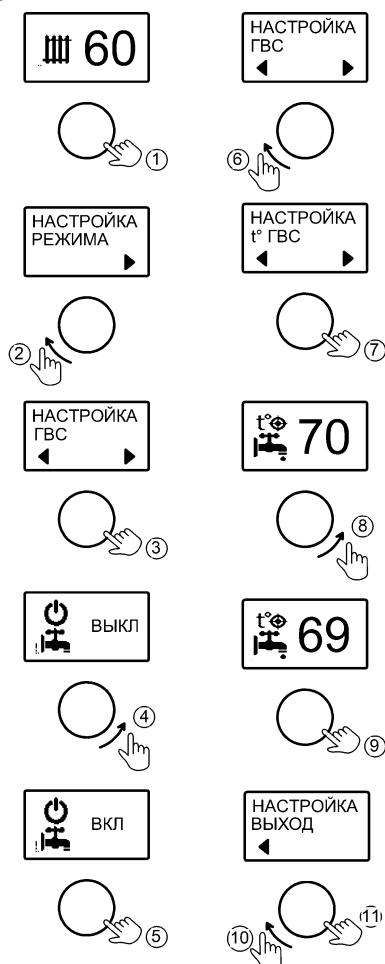

Рисунок 10. Настройка режима «ГВС»
10.4 Вкладки «ГВС» и «ТЕМПЕРАТУРА ГВС» предусмотрены для включения/выключения режима ГВС и настройки температуры (см. рис. 10). Индикация «ВКЛ» означает разрешение на работу режима ГВС. Индикация «ВЫКЛ» запрещает работу режима «ГВС». «ГВС» – режим нагрева воды в косвенном водонагревателе, с целью её использования для бытовых нужд. После активации, режим работает в приоритете совместно с другими режимами. Работа возможна при подключении **3-ходового клапана** совместно с **NTC-датчиком** температуры ГВС номиналом 10 кОм, либо совместно с **термостатом** бойлера косвенного нагрева. Рекомендуется использовать модуль управления **ГВС EVAN AQUA**, в состав которого входят 3-ходовой
Активация режима и выбор температуры горячей воды показано на рис. 10.